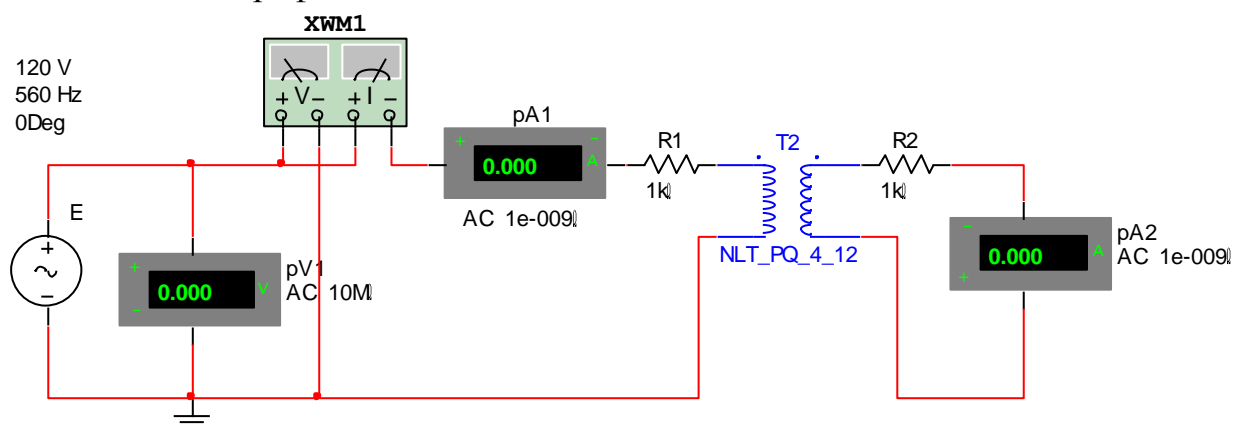

Рис. 4.8
5. Откройте файл 9.4 и включите цепь по схеме рис. 4.8. Данные опыта короткого замыкания занесите в табл. 4.2.